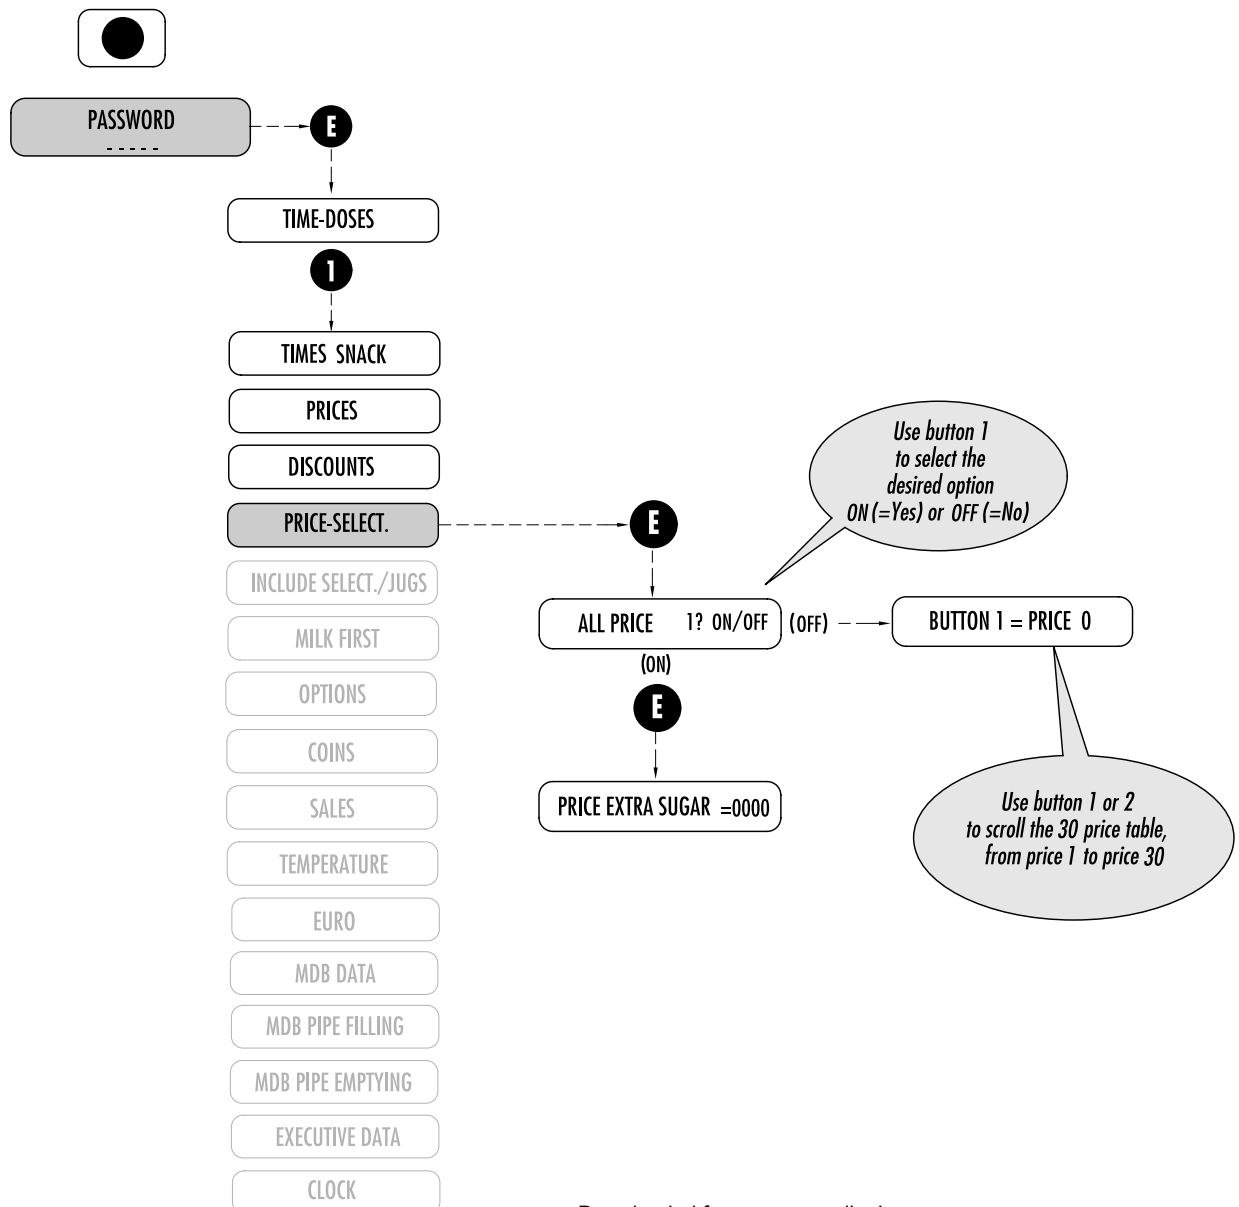

Fig. 7.8
7.2.5 PRICE SELECTION (Fig. 7.8)